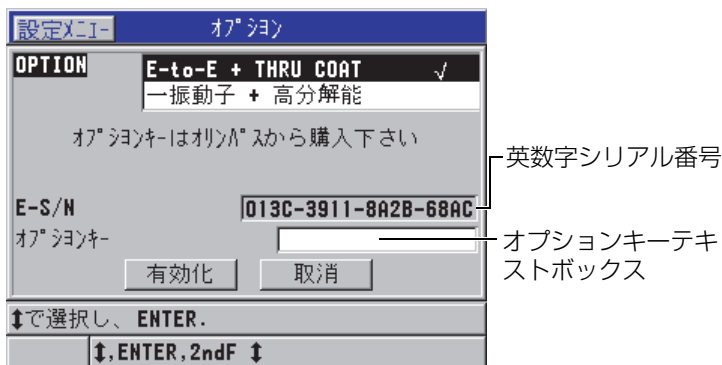

図 6-1 オプション画面
2. **SP** メニュー（45 ページの図 4-2 を参照）で、オプション（71 ページの図 6-1 を参照）を選択し、**ES/N** フィールドに表示される 16 桁の英数字シリアル番号を書き留めておいてください。
4. オプション画面（71 ページの図 6-1 を参照）で、以下の操作を行います。